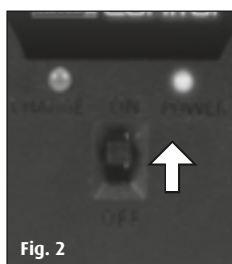

Fig. 2
3. Accendere il telecomando, si accende il LED di accensione di luce rossa (fig. 2).